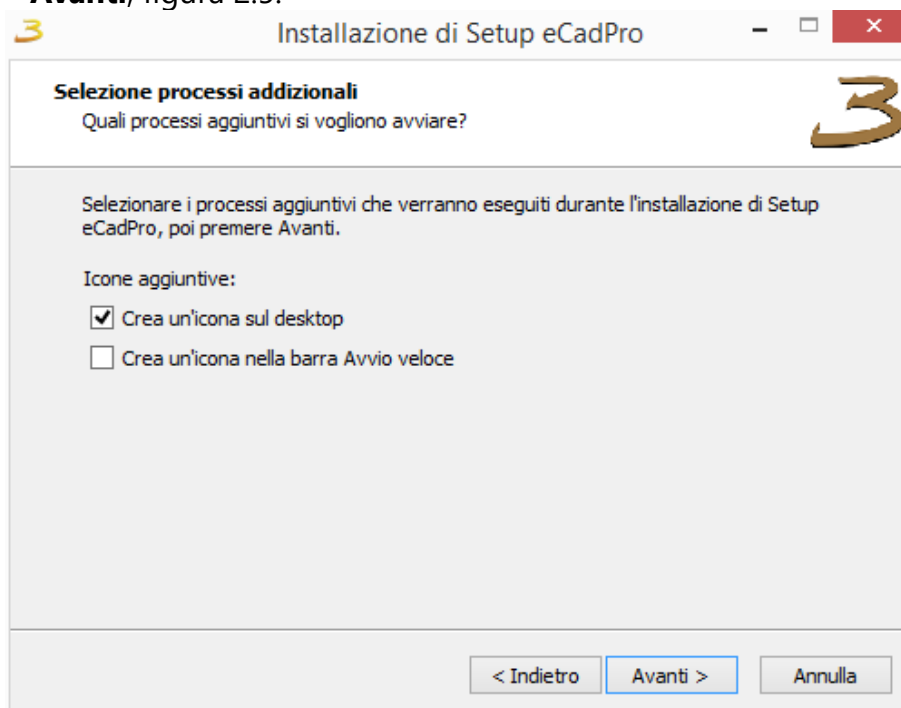

Figura 2.5: Creazione icone Desktop/Avvio veloce.
- c) Se desidera creare l'icona di **3cadevolution** su Desktop o nella barra di Avvio veloce selezionare la scelta desidera e fa click su **Avanti**, figura 2.5.